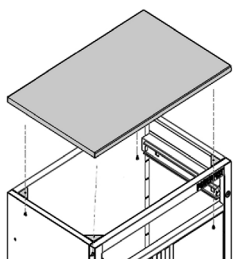

Figure 4
5. Fixez un support de montage (n° 7) à chaque coin à l'aide de vis M4 x 10. Veillez à ce que chaque support soit à la hauteur du faîte de l'armoire (fig. 4).
6. Fixez le plan de travail (n° 12) aux supports. Vissez une vis autotaraudeuse M5 x 10 (n° 13) à travers chaque support de l'intérieur de l'armoire dans le plan de travail (fig. 4).